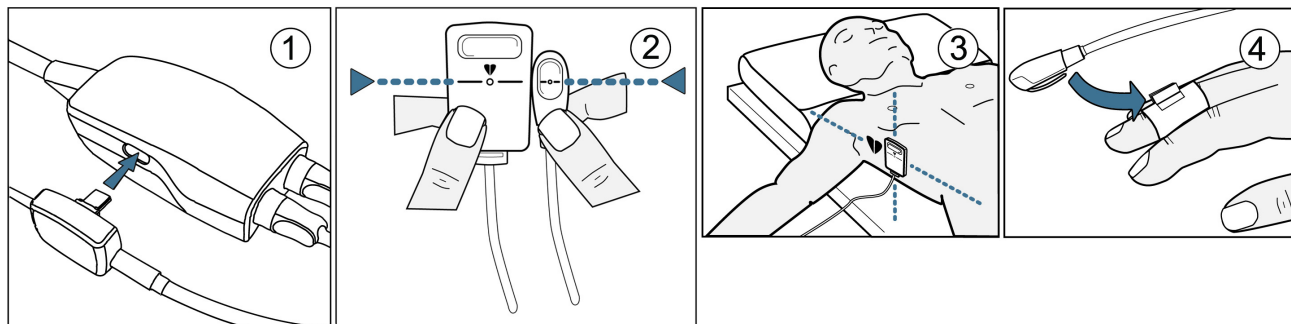

Figura 11-4 Applicazione del sensore di riferimento cuore
- 1 Collegare l'HRS al pressostato. Vedere ① nella figura 11-4.
- 2 Allineare verticalmente le due estremità dell'HRS e sfiorare il pulsante di azzeramento. Vedere ② nella figura 11-4.
- 4 Applicare l'estremità cardiaca dell'HRS al paziente a livello dell'asse flebostatico utilizzando una clip dell'HRS. Vedere ③ nella figura 11-4.
- 5 Collegare l'altra estremità dell'HRS alla fascetta per dito. Vedere ④ nella figura 11-4.